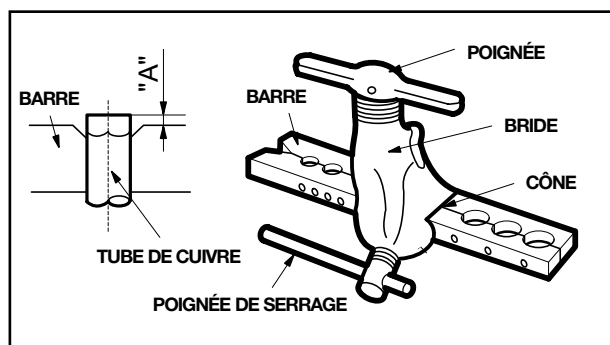

fig.15
4. Monter et bloquer le tuyau de cuivre dans la machine à restreindre en utilisant le tableau ci-dessous pour choisir le diamètre (fig.15).